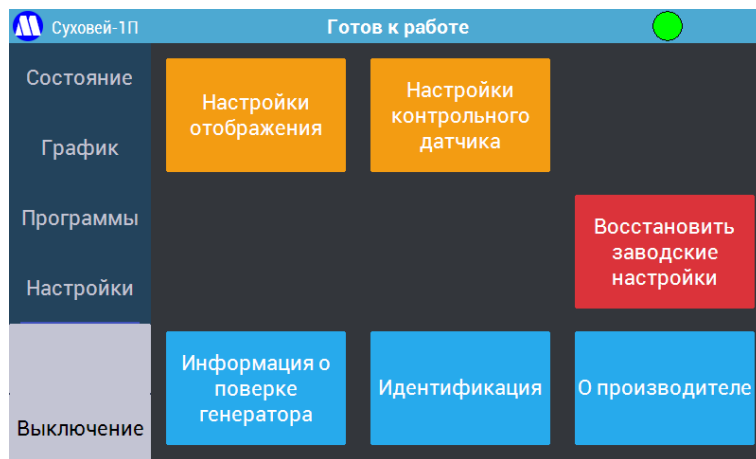

Рисунок 14 – Экран «Настройки».
7.2.11. При повторном нажатии на кнопку «Сервис» будет показан экран «**Настройки**» (Рисунок 14), имеющий 6 кнопок следующего назначения: